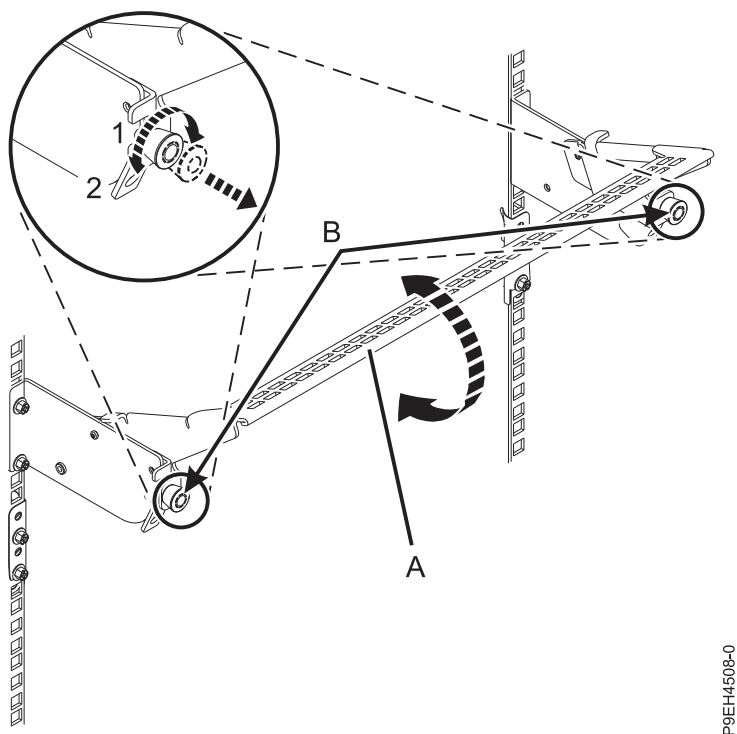

図 13. 操作位置へのケーブル管理ブラケットの設置
- a. 1/4 回転ファスナー (B) を引き出し、ケーブル管理ブラケット (A) を下げた位置に動かしながら (2) でファスナーを回して外します。16 ページの図 13を参照してください。
- b. 1/4 回転ファスナー (B) を回転させ、ブラケットにかみ合わせて所定の位置にロックします。